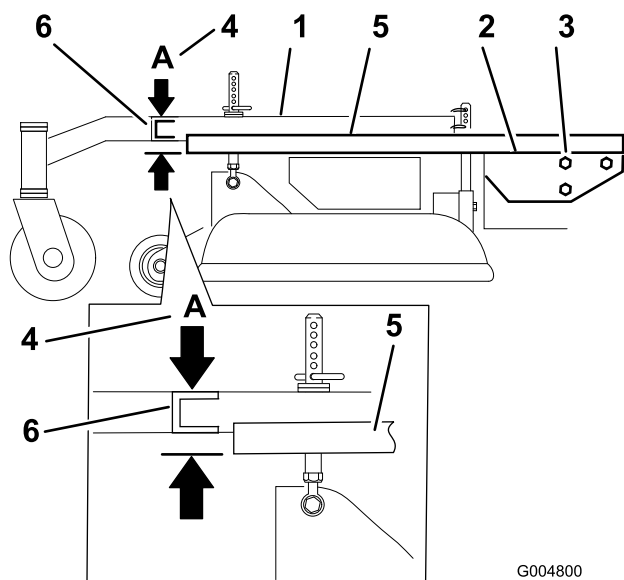

Figure 52
- Placez une longue planche, ou autre objet similaire parfaitement droit en haut du plancher moteur, comme illustré à la Figure 52.
- Au niveau du tube transversal du bâti porteur, mesurez la hauteur au point **A** (Figure 52). Elle doit être égale à $33 \text{ mm} \pm 6 \text{ mm}$.
- Desserrez les boulons de montage du bâti porteur de chaque côté de la machine (Figure 52).
- Alignez le bâti porteur et le plancher moteur à la même hauteur qu'au point **A**, soit $33 \text{ mm} \pm 6 \text{ mm}$ (Figure 52).